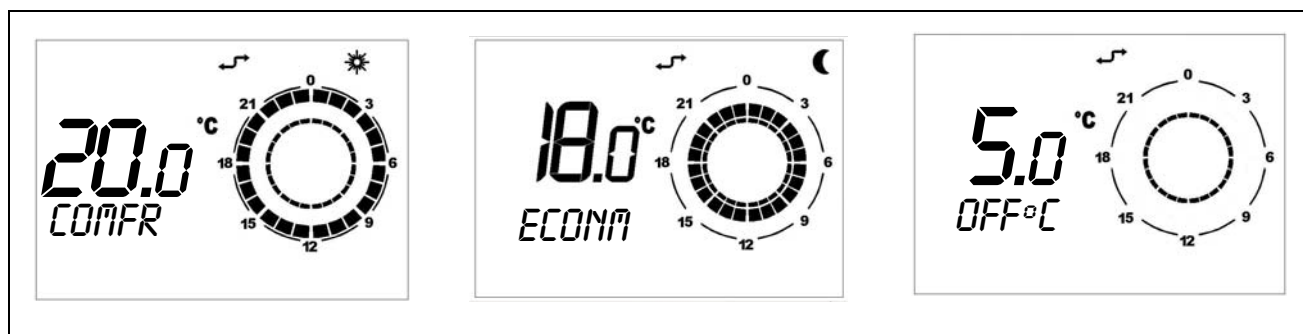

Figura 2
- Sul display in basso a sinistra comparirà la scritta **COMFR** per la programmazione della temperatura di comfort, la scritta **ECONM** per la programmazione della temperatura ridotta e la scritta **OFF°C** per la programmazione della temperatura antigelo (si intende temperatura antigelo dell'aria ambiente da non confondersi con la funzione antigelo del modulo esterno)(vedi Figura 2).